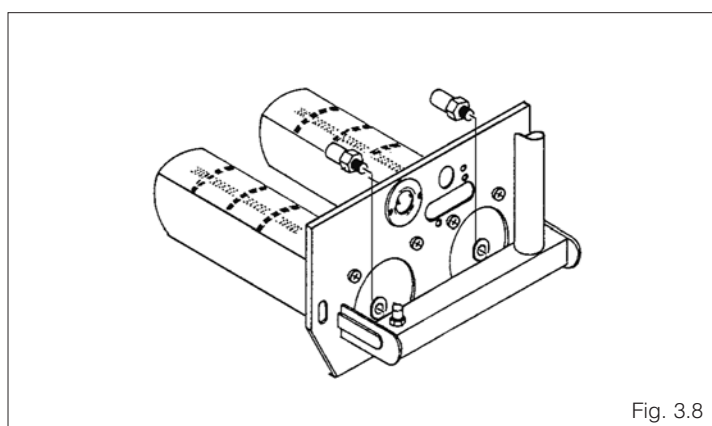

Fig. 3.8
- Svitare dal bruciatore i due ugelli per metano e sostituirli con quelli per GPL, utilizzando anche le guarnizioni in alluminio fornite a corredo (fig. 3.8).